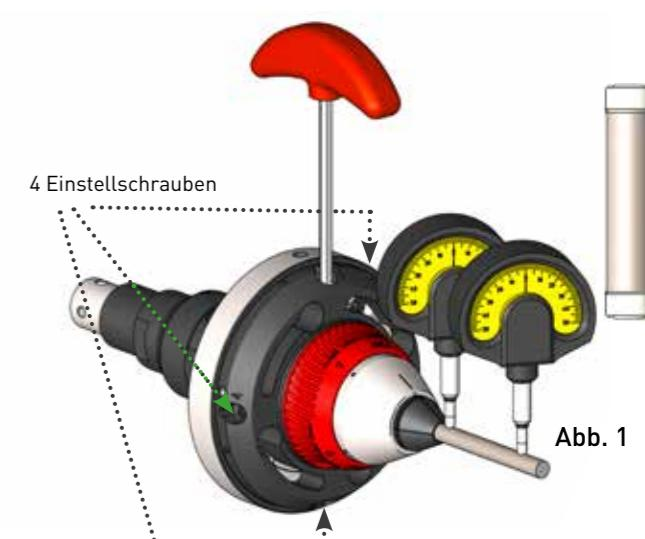

Abb. 1
1. Bringen Sie zwei Messuhren an (Abb. 1).
2. Halten Sie Ausrichthammer (3) und Spannschlüssel (2) griffbereit.